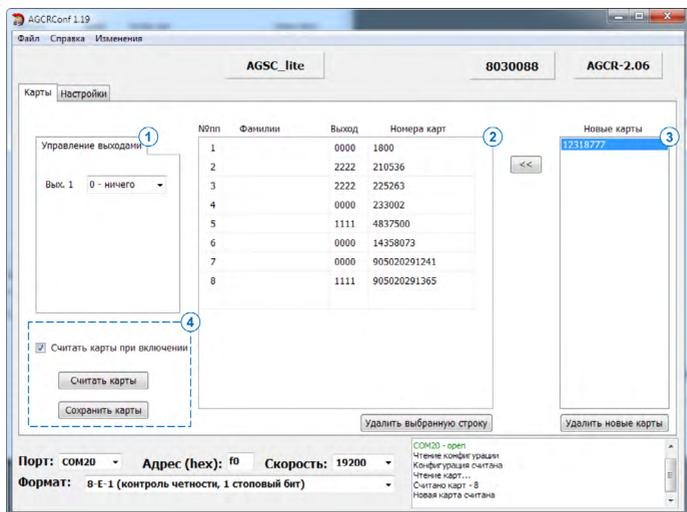

Рис.2. Вкладка «Карты».
- вручную – для этого необходимо ввести в поле «Номера карт» списка карт (Рис.2, п.2) номер нужной карты. Для карт RFID запятая «,» не вводится. Для карт SIM необходимо ввести последние 12 цифр номера карты. Для карт тахографа следует ввести только цифры номера, буквы не вводятся. После ввода номера необходимо нажать клавишу Enter.
- считать номер карты при помощи считывателя. Для этого подключите CardReader-SMART к компьютеру и вставьте карту в считыватель. Номер карты будет считан в программу и появится в списке «Новые карт» (Рис.2, п.3). Для того чтобы добавить считанный номер новой карты в список карт считывателя, нажмите кнопку «<<» на вкладке «Карты». При попытке добавить в список уже существующий номер программа сообщит об этом пользователю (в Журнале событий появится соответствующее сообщение).
После добавления новой карты в список карт считывателя необходимо задать состояния выходов считывателя CardReader-SMART, в которые выходы будут переключаться при подключении этой карты. Для этого необходимо выбрать карту в списке карт считывателя и задать состояния выходов в блоке «Управление выходами» (Рис.2, п.1). Может быть выбрано одно из трех состояний:
После настройки списка карт необходимо сохранить список. Для этого необходимо нажать кнопку «Сохранить карты» (Рис.2, п.4). При сохранении списка карт в считывателе фамилии владельцев карт не сохраняются.
- считать из считывателя, подключенного к ПК (при нажатии кнопки «Считать карты», Рис.2, п.4);
- вручную – для этого необходимо ввести в поле «Номера карт» списка (Рис.2, п.2) номер нужной карты. Для карт RFID запятая «,» не вводится. Для карт SIM необходимо ввести последние 12 цифр номера карты. Для карт тахографа следует ввести только цифры номера, буквы не вводятся. После ввода номера необходимо нажать клавишу Enter.